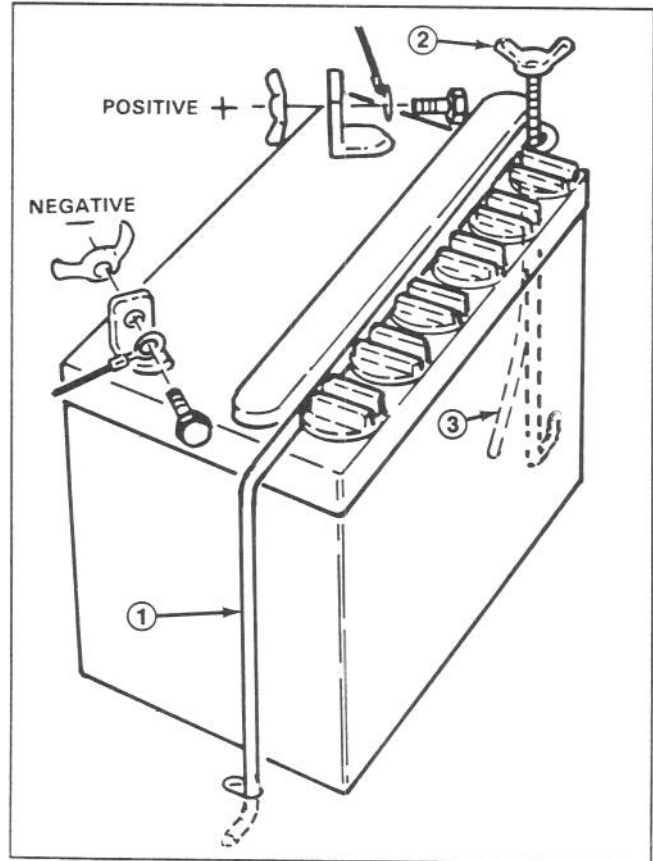

Figure 3
2. Déposer l'écrou papillon qui fixe la barre de retenue de la batterie sur le châssis de la machine (Fig. 3).
8. Reposer la batterie, les bornes vers l'arrière de la machine et le tube de ventilation dans l'orifice du châssis (Fig. 3).